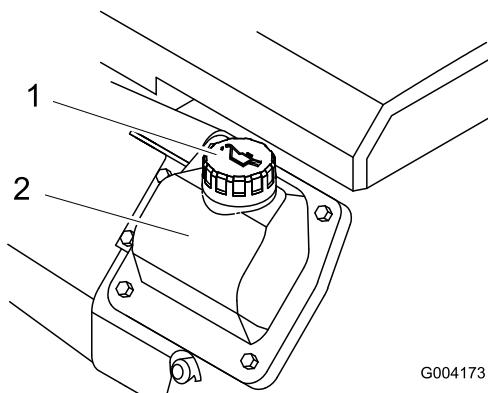

Figure 15
8. Si le niveau est bas, nettoyez la surface autour du bouchon de remplissage et enlevez le bouchon (Figure 15).